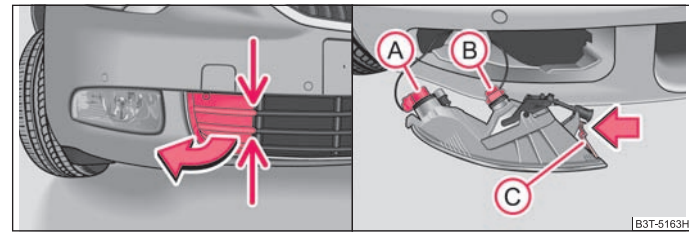

Fig. 213 Bara de protecție față: Capacul/proiectoarele de ceață cu lumină de zi
- Apucați capacul de locurile marcate cu săgeți ⇒ fig. 213 - stânga și scoateți-l.
- Introduceți mâna în deschizătura în care s-a aflat capacul și apăsați dispozitivul de prindere cu arc **C** ⇒ fig. 213.